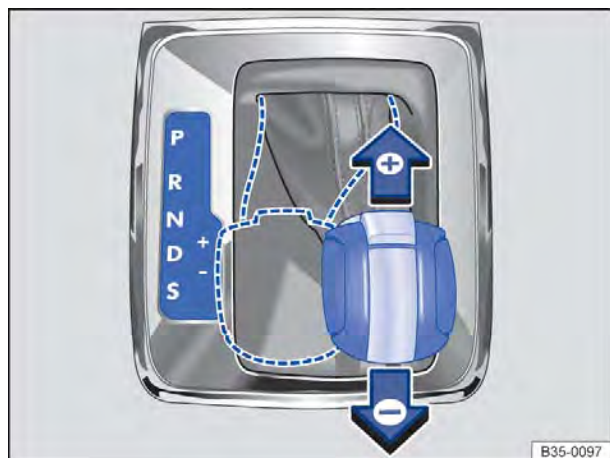

Fig. 140 Alavanca seletora na posição Tiptronic (veículos com direção à esquerda). Veículos com direção à direita são espelhados.
- Mover a alavanca seletora para frente (+) ou para trás (-) para aumentar ou diminuir a marcha ⇒ Fig. 140.